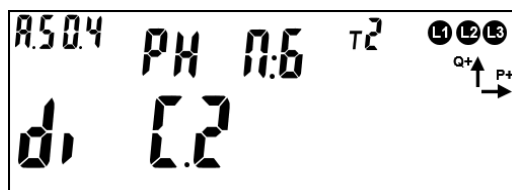

Рисунок 187 – РУН в состоянии «разомкнуто»
- Вариант 2: (см. рисунок 187)
- 7.9.9.2 На ЖКИ кадре отображено (см. рисунок 187):